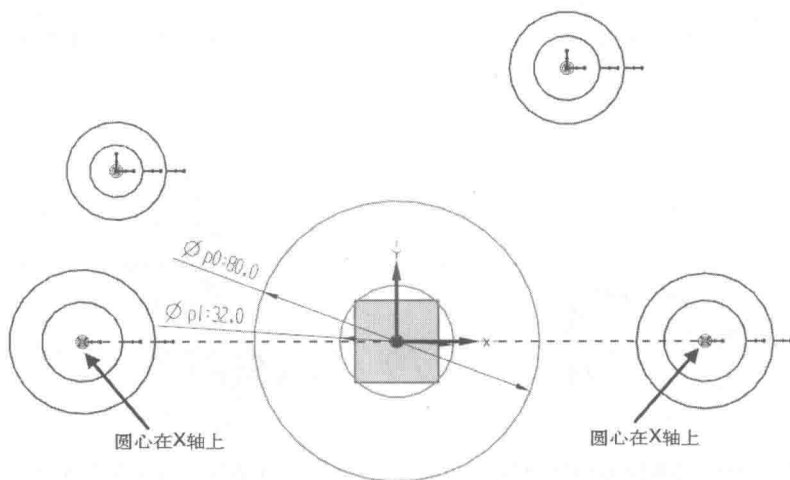

图 1-2-13 约束同心及圆心在 X 轴上
(6) 添加几何约束。在【草图工具】工具条中选择 （约束）按钮，在草图中选择圆 1 和 2，在【约束】浮动工具条中选择 （同心）按钮，约束其同心，同样约束圆 3 和 4 同心、圆 5 和 6 同心、圆 7 和 8 同心；接着在图中选择圆 1、2 的圆心，再选择 X 基准轴，在【约束】浮动工具条中选择 （点在曲线上）按钮，同样约束圆 7、8 的圆心在 X 轴上，结果如图 1-2-13 所示。